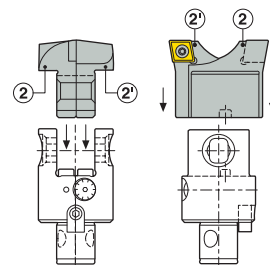

рис. 2
Одновременно вставьте в головку оба держателя пластин (2) и (2'), надев их канавками на регулировочные штифты (рис. 2).